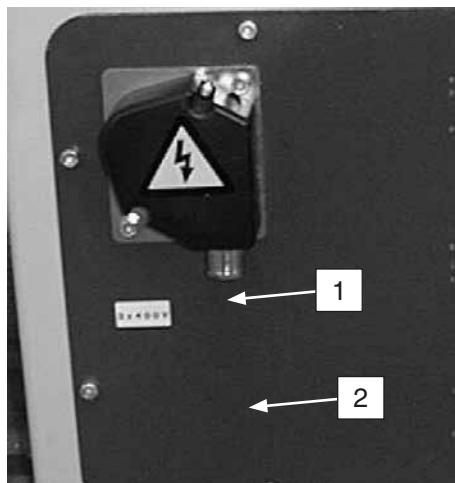

Fig.2
1. Démontez le panneau situé en dessous du panneau de service (1) et introduisez le câble dans la presse-toupe (2). Derrière ce panneau se trouve le bornier de raccordement.
2. Raccordez les trois phases aux bornes marquées : L1, L2, L3 (fig.2, bis)